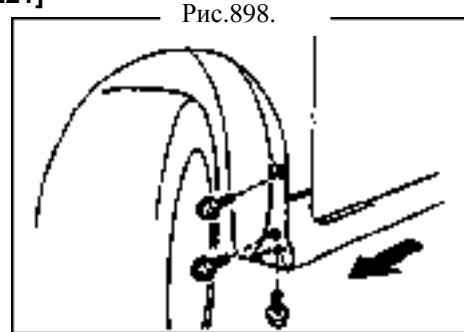

Рис.898.
- (a) Снимите 3 винта и брызговик левого переднего колеса (рис.898).